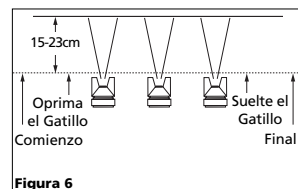

Figura 6
- "Oprima el gatillo" adecuadamente. Comience a mover la pistola ANTES DE OPRIMIR EL GATILLO y deje de oprimirlo ANTES DE PARAR DE MOVERLA. Este procedimiento le permitirá que el acabado sea parejo sin dejar rastros de donde se unen las diferentes manos de pintura (Vea la Figura 6).